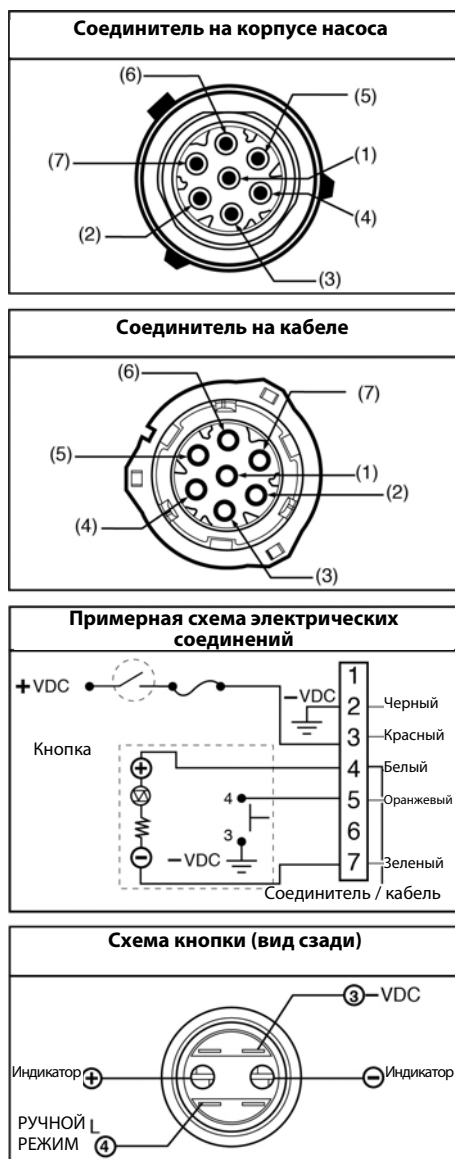

Рис.17
5. Очистите место рядом с кнопкой для размещения этикетки (55) внутри кабины. Приклейте этикетку к монтажной поверхности.
6. Подключите соединитель (52) к кнопке и насосу. См. таблицу с цветами контакта и соответствующего провода (ниже) и информацию о подключении на Рис.17, стр. 17.
Цвет контакта и соответствующего провода (Рис.17)